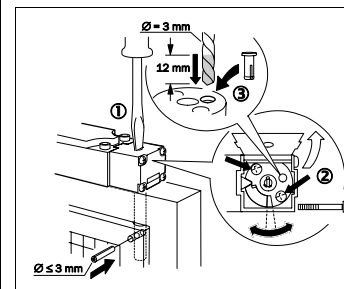

Fig. 5 : Fixation de l'angle de commutation
- Effectuer un perçage de Ø 3 mm, 12 mm de profondeur pour la goupille (cf. Fig. 5).